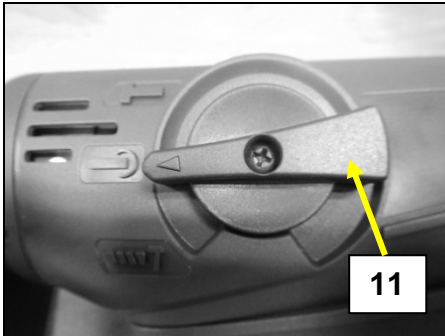

Fig 11
La machine est équipée d'un sélecteur de fonction (11) à 3 positions (Fig 11).